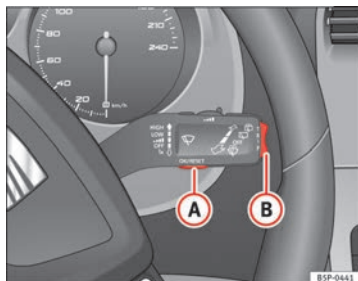
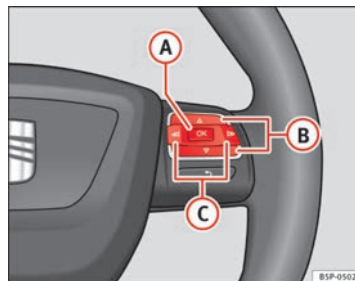

Fig. 45 Levier d'essuie-glace : la touche A sert à confirmer les options du menu et la commande à bascule B permet de changer de menu
Fig. 46 Commandes au volant : la touche A sert à confirmer les options du menu et la touche B permet de changer de menu
- Pour accéder au menu « Configuration », appuyez sur la touche **(C)** ⇒ fig. 46 jusqu'à ce qu'il apparaisse à l'écran. Vous vous trouvez maintenant dans ce menu.
- Pour passer d'une mémoire à l'autre, appuyez brièvement sur la touche **[A]** ⇒ fig. 45 ⇒ page 71 du levier d'essuie-glace ou sur la touche **[OK]** du volant multifonction ⇒ fig. 46 ⇒ page 71 lorsque vous avez mis le contact.
Vous pouvez consulter sur l'indicateur multifonction les données suivantes en actionnant la commande à bascule **[B]** ⇒ fig. 45 ⇒ page 71 du levier d'essuie-glace ou en appuyant sur la touche **[Δ]** ou **[▽]** ⇒ fig. 46 du volant multifonction*.
- Appuyez sur la touche  ou  du volant multifonction* ⇒ **fig. 46** jusqu'à ce qu'apparaisse le menu **État du véhicule**.